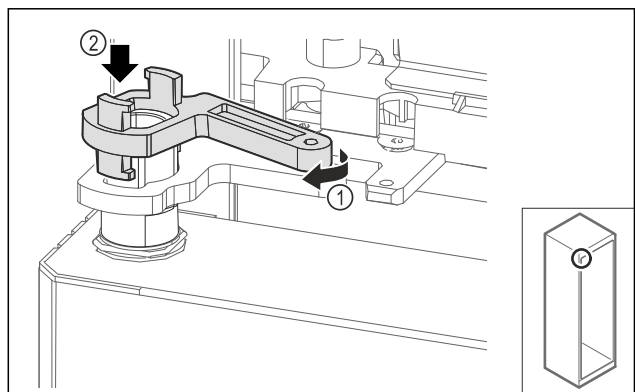

Fig. 70
- ▶ Verriegelung Lagerbock leicht drehen Fig. 70 (1) und auf die Hülse aufsetzen Fig. 70 (2).